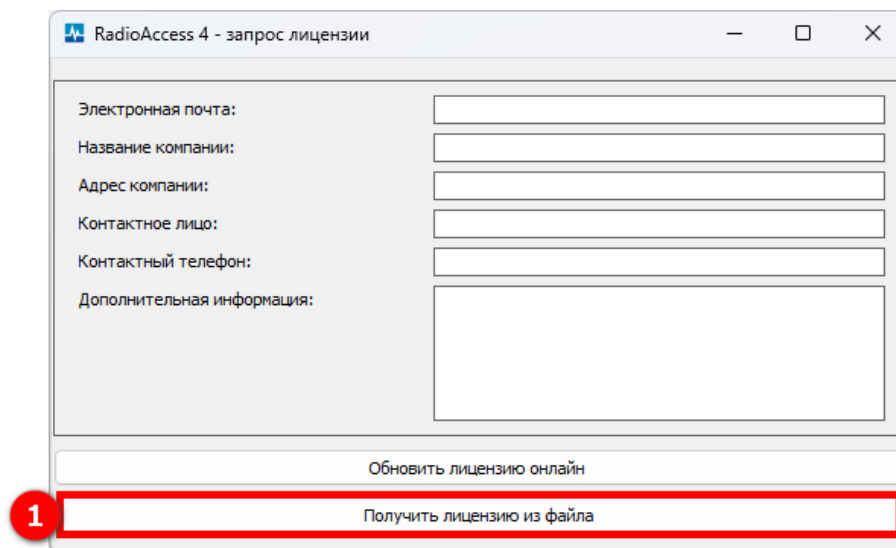

Рисунок 63 – Регистрации и активации RadioAccess 4 (РадиоАксесс 4) – Загрузка файла лицензии
- Путем загрузки файла лицензии. Для этого необходимо нажать на кнопку **Получить лицензию из файла** (см. рисунок 63) и затем указать путь к файлу. Процесс регистрации и активации ПО **RadioAccess 4 (РадиоАксесс 4)** будет завершен автоматически после обработки данного запроса правообладателем.